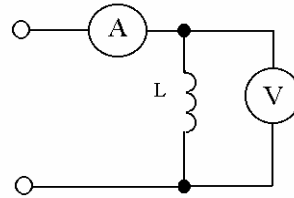

Рис. 1.16
1.2.6. Дана цепь с индуктивностью  $L = 0,01$  мГн. К цепи приложено напряжение  $U = 0,8\cos(9 \cdot 10^5 t + 1,3)$  В. Найти уравнение мгновенного значения тока в цепи и определить показания вольтметра и амперметра (рис. 1.16), если они проградуированы в действующих значениях. Начертить векторную диаграмму для данной цепи.